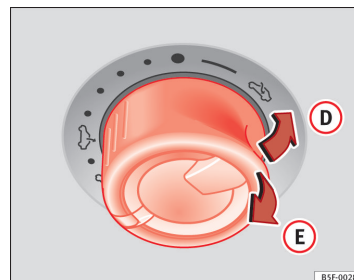

Fig. 58 Dans le ciel de pavillon : appuyez sur la commande et tirez-la pour lever et fermer le toit.
⇒ fig. 58
- Pendant les cinq secondes suivant le déclenchement du dispositif anti-pincement, maintenez la commande tirée vers l'arrière ⇒ fig. 58 (flèche ③) jusqu'à ce que le toit ouvrant coulissant soit complètement fermé.